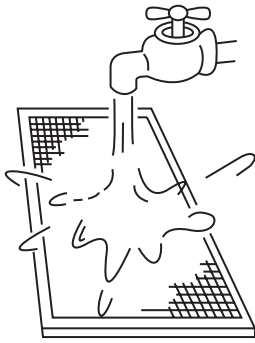

Рисунок 9-4
- Во время чистки водой приточная сторона фильтра должна быть направлена вниз. (См. *Рисунок 9-4*).